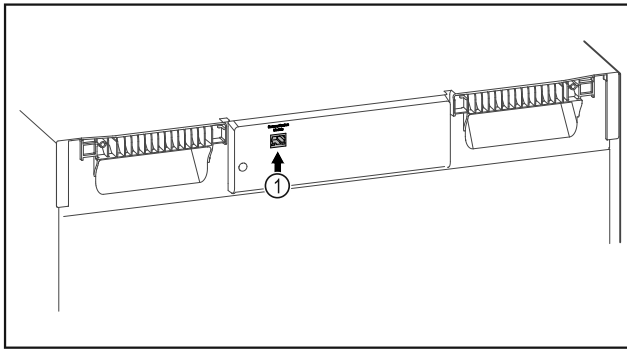

Fig. 94
- Le SmartModule Fig. 94 (1) est en place.